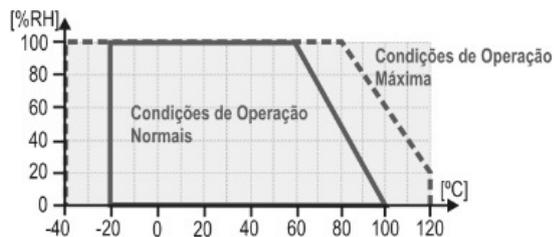

Figura 1 – Figuras de exactitud de las mediciones y límites operativos
**Rango de medición:** de 0 a 100 % de humedad relativa (RH) (ver Figura 1)
**Exactitud:** Ver Figura 1
**Rango de medición:** -20 a 100 °C (ver Figura 1)